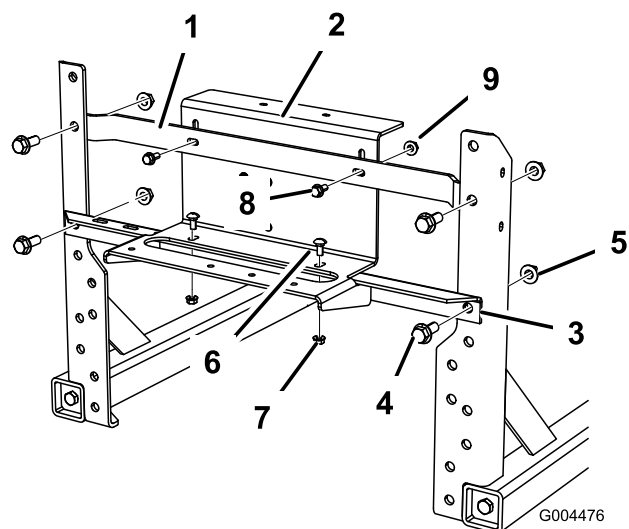

Figura 10
- Instale a barra transversal inferior que removeu dos postes da rampa antigos utilizando os dispositivos de fixação existentes (Figura 10).